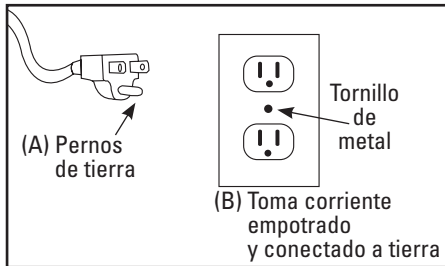

FIGURA 2
**NOTA:** La sierra eléctrica profesional está diseñada para ser conectada en una toma corriente empotrada y conectado a tierra como el que se encuentra en la FIGURA 2(B). Además esta sierra tiene un toma corriente de tierra como el de la FIGURA 2(A).